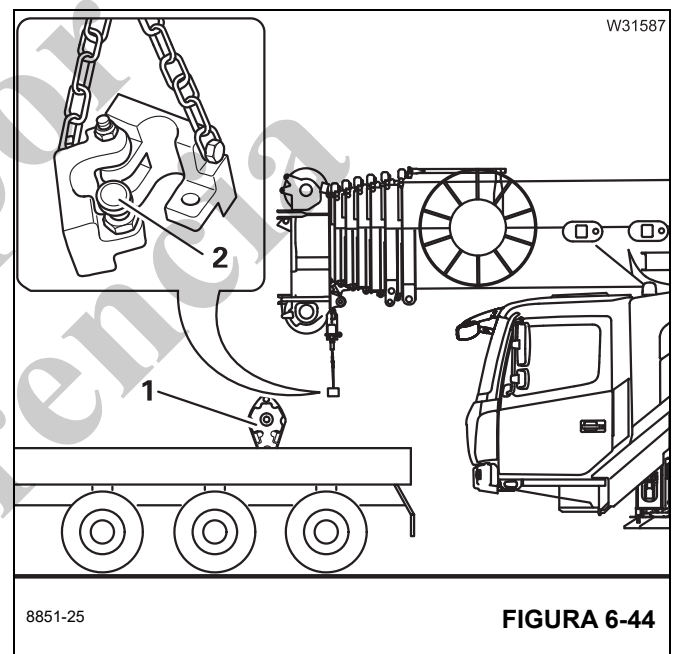

FIGURA 6-44
- Desconecte el peso del interruptor de prevención del contacto entre bloques (2), (Figura 6-44), del cable de elevación. Consulte la sección *Retiro del peso del interruptor de prevención del contacto entre bloques*, página 6-40.